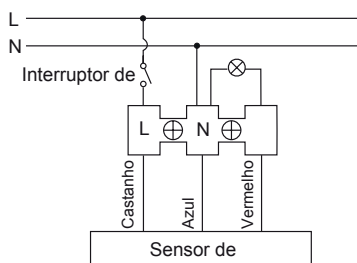
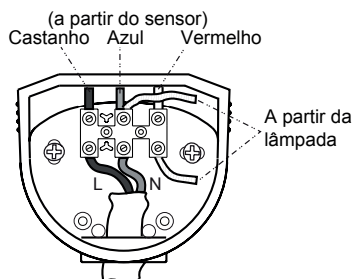
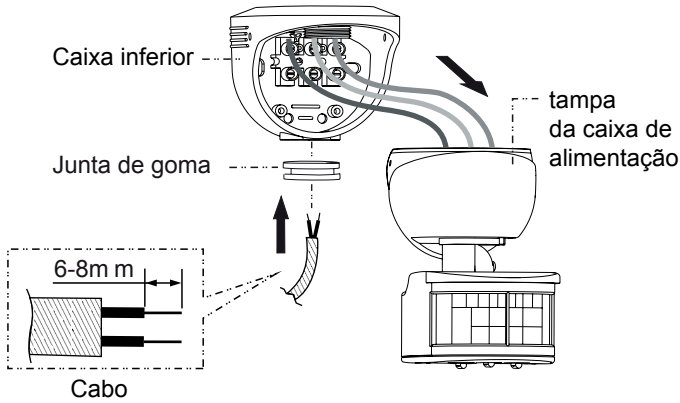
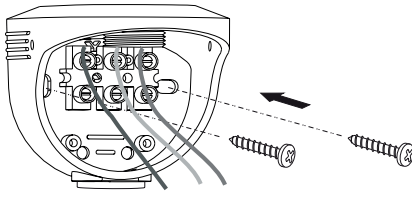

FIG. 5
FIG. 6
FIG. 7
FIG. 8
1. Retire a parte do sensor da caixa inferior e, de seguida, fixe a caixa inferior à parede ou ao teto com os parafusos (consulte a FIG. 7 e a FIG. 8).
2. Passe os cabos pela junta de borracha e consulte o diagrama de cablagem para ligar os cabos; não se esqueça de retirar 6 a 8 mm de revestimento de cabos utilizando as devidas ferramentas (consulte a FIG. 5, a FIG. 6 e a FIG. 7).